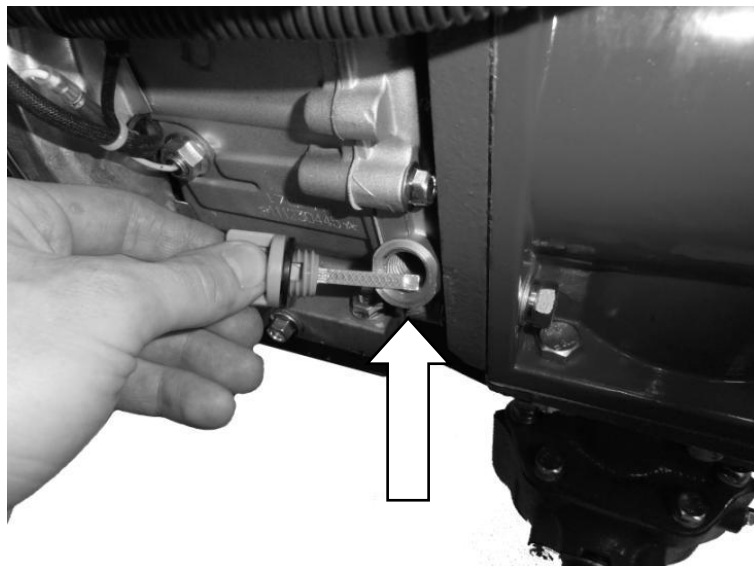

Рис. 40.
4. Заливка масла в двигатель. Выкрутите щуп-пробку (серого цвета) из двигателя (рис. 40). Залейте свежее чистое масло в двигатель (около 1,1 литра масла). Используйте автомобильное моторное масло SAE 10W40, SAE 15W40 или аналогичное с классом не ниже SF. Уровень контролируйте по щупу.